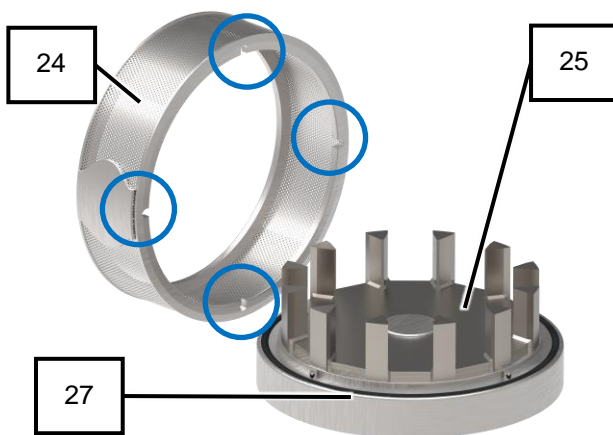

Fig. 21: Setaccio circolare e rotore
8. Inserire il rotore (25) sull'albero rotore (11) sopra il disco a labirinto (27).
9. Assicurarsi che l'elemento trascinatore sia correttamente in posizione sull'albero rotore (11).
10. Inserire il setaccio circolare (24) a rotore montato (25) nella cassetta (26) (Fig. 21).
11. Assicurarsi che la sicurezza antitorsione sia correttamente posizionata in sede (Fig. 21).